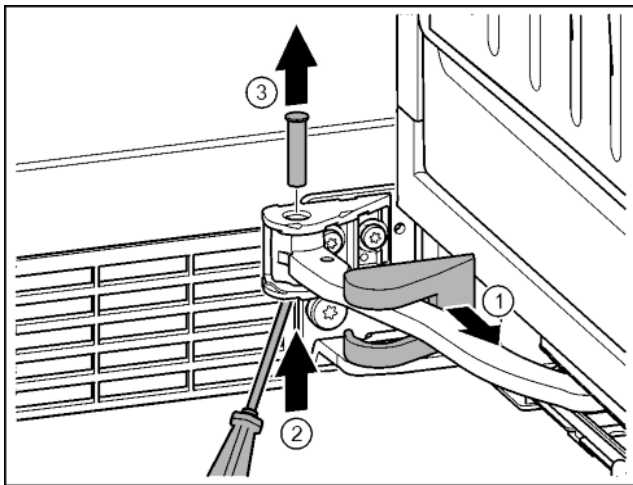

Fig. 18
- Retirer le cache du support de palier et le déplacer le long de l'articulation. Fig. 18 (1)
- Soulever par le bas le boulon avec un doigt ou un tournevis. Fig. 18 (2)
- Placer le tournevis sous la tête du boulon et le sortir. Fig. 18 (3)